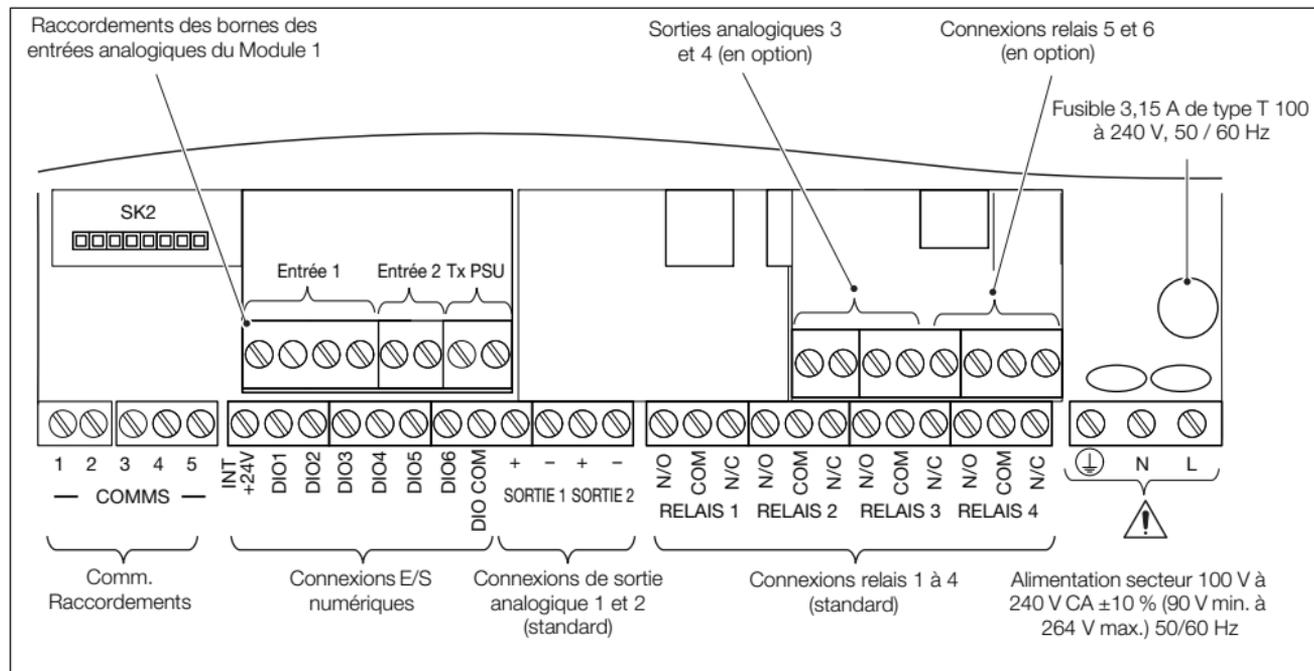

Fig. 4.15 Raccordements des bornes du ControlMaster CMF160
1. A l'aide d'un tournevis cruciforme, tournez la vis de fixation de la porte du boîtier électronique (A) 1/4 de tour dans le sens inverse des aiguilles d'une montre pour ouvrir la porte.
2. Tournez la vis de fixation du couvercle (B) dans le sens inverse des aiguilles d'une montre jusqu'à ce que le couvercle (C) puisse être retiré.
3. Etablissez les connexions aux bornes de la carte de connexion - voir Figure 4.15, page 23.
4. Remplacez le couvercle (C) et fermez-le en serrant la vis de fixation (B) fermement dans le sens des aiguilles d'une montre. Fermez la porte et serrez les vis de retenue de la porte (A) 1/4 de tour dans le sens des aiguilles d'une montre pour la fixer.